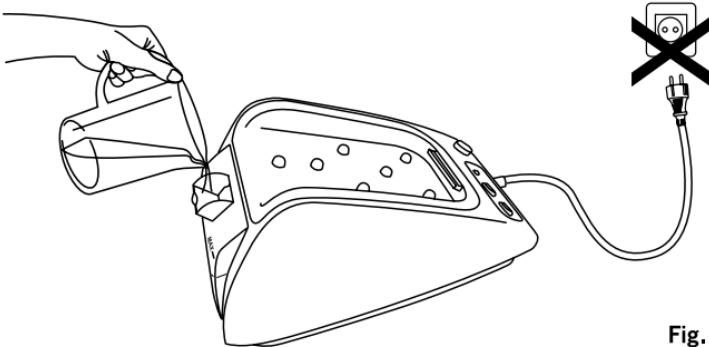
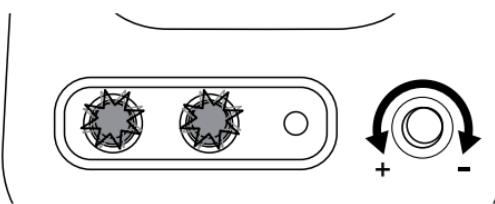

Fig. 1
Fig. 3
- Poner la plancha y la caldera en marcha, pulsando los correspondientes interruptores. Se iluminarán los respectivos pilotos (Fig. 3).
- Esperar a que el piloto luminoso (C) indicador de vapor a punto se conecte.
- El aparato estará listo para poder empezar a planchar. A partir de este momento, el piloto indicador de vapor a punto (C) se apagará y iluminara automáticamente, según el consumo de vapor. También oirá un suave ruido a intervalos, causado por la bomba que recarga agua en la caldera. Siga planchando de forma normal.
- Cuando el agua llegue al nivel mínimo en el deposito J proceda a rellenarlo, no sobrepase el nivel maximo. (Fig. 1)
Control del flujo de vapor: (Fig. 3)